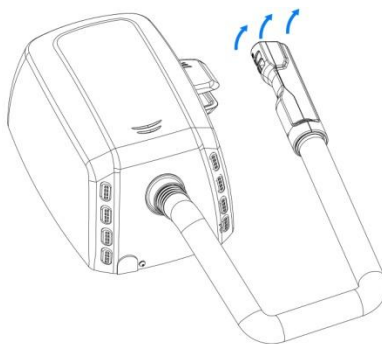

Fig. 2
- Retirar primeiro o bocal de saída de ar do seu alojamento (Fig.2).